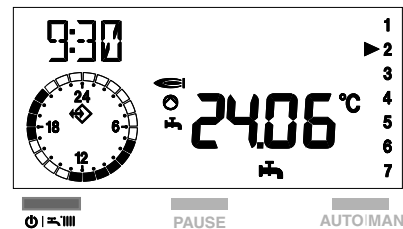

Fig. 4.2
- con lo sportellino del pannello comandi a distanza chiuso, premere il tasto  fino a visualizzare il tipo di funzionamento desiderato, estate  o inverno  -  (fig. 4.2).